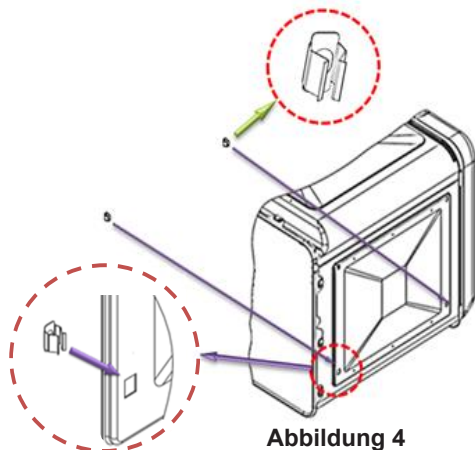

Abbildung 4
- Überlappen Sie zwei Kabelmontageklemmen, siehe **Abbildung 4** und **Abbildung 5**